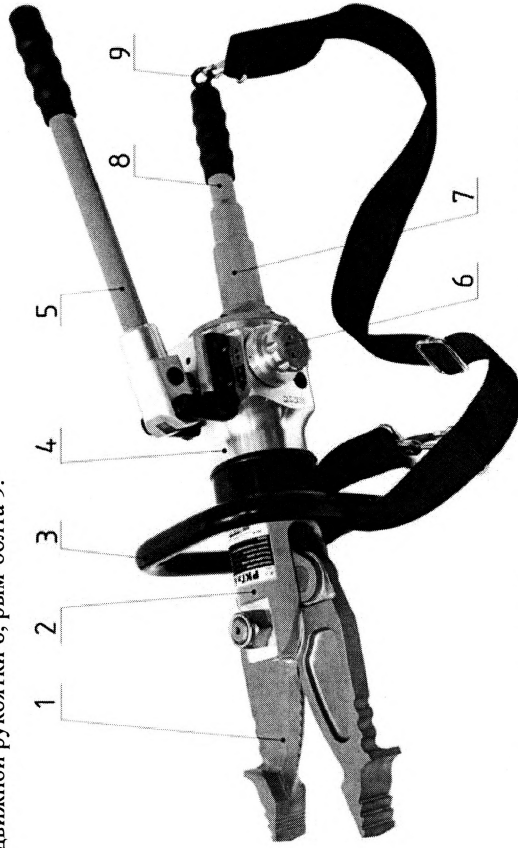

Рис. 1 Разжим-кусачки гидравлические со встроенным насосом РКГл 63
5.1. Разжим-кусачки гидравлические со встроенным насосом РКГл 63 (рис.1) состоят из комбинированных лезвий 1, цилиндрического корпуса 2, ручки для переноски 3, цилиндра насоса 4, ручки насоса 5; рукоятки управления 6, компенсатора 7, неподвижной рукоятки 8, рым-болта 9.